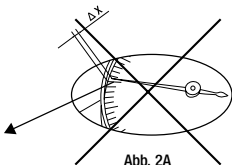
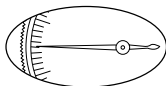

Abb. 2A
Abb. 2B
Parallaxenfehler: Beim Messen vorsichtig arbeiten, um den Parallaxenfehler (Δx) zu vermeiden. Dieser Fehler tritt auf, wenn die Beobachtungsstelle nicht im rechten Winkel zum Display liegt (Abb. 2A). Die Messung im rechten Winkel zum Messuhr-Display (3) abnehmen (Abb. 2B).